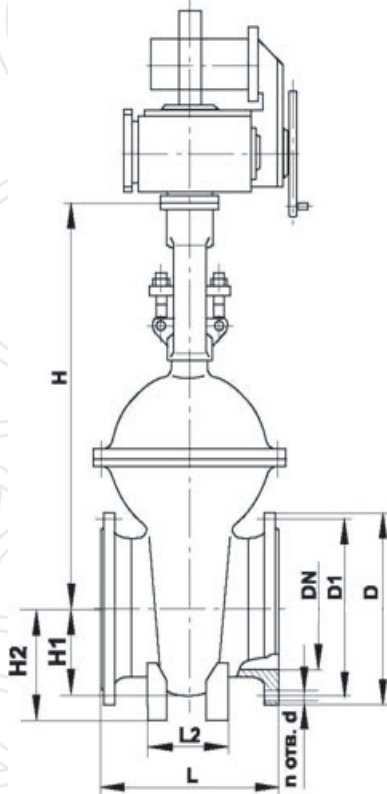

Рисунок 4. Задвижка с невымываемым шпинделем
3.4.2 Полную разборку задвижки (см. рисунок 4) производить в следующем порядке: